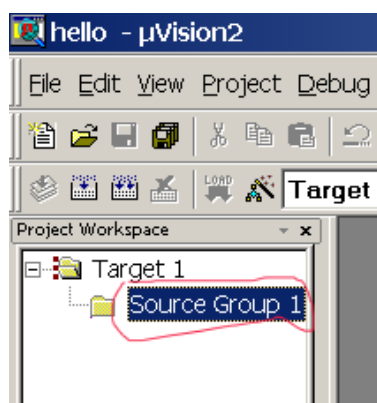

Рис. 17.
- Выделить курсором *Source Group 1* в *Project Window* (см. рис. 17).